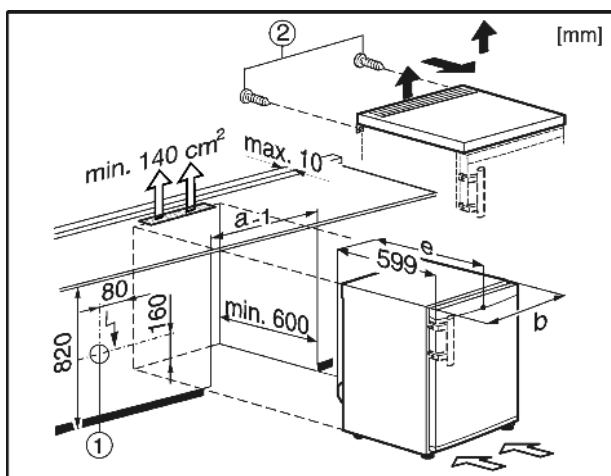

Fig. 9
La prise Fig. 9 (1) ne doit alors pas se trouver à l'arrière de l'appareil pour être facilement accessible.
- ▶ Retirez les vis Fig. 9 (2) à l'arrière.